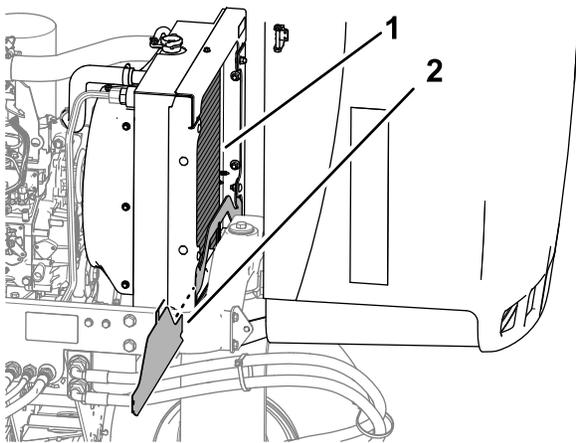

图 82
4. 卸下散热器护罩 图 82。
5. 用水或压缩空气彻底清洁散热器两侧的区域 图 82。